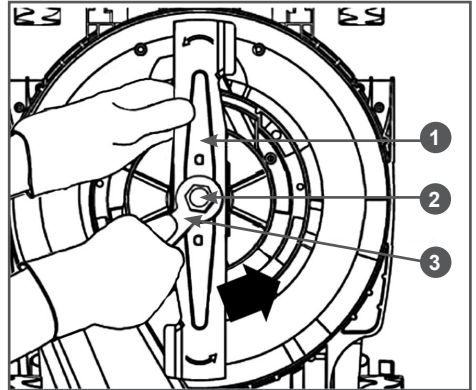

Рис. 14 Замена ножа
2. Переверните газонокосилку колесами вверх. левой рукой крепко держите нож 1, правой рукой открутите гаечным ключом 3 болт 2 крепления ножа против часовой стрелки (Рис. 14).